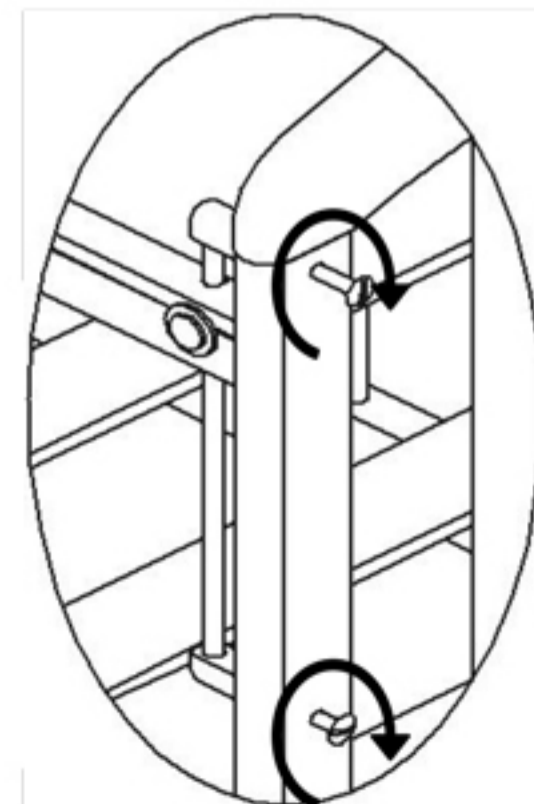

Рис.2
- Установить переднее ограждение(3) между спинками (1), используя винты М6х35 и ограничительные втулки из механизма опускания «Кнопка».Рис.2